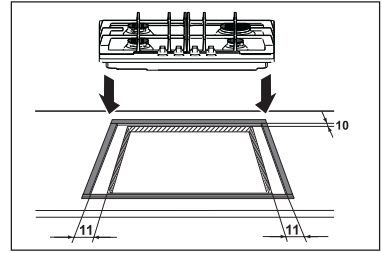

Fig. 8
Les tables de cuisson peuvent être montées dans un meuble ayant une ouverture pour l'encastrement des dimensions indiquées dans la Fig.8.
- placez les joints fournis sur les bords de la découpe: positionnez-les exactement sur les bords avant et arrière, à 11 mm des bords latéraux et à 10 mm de bord arrière en veillant à ce que les extrémités des joints se joignent parfaitement, sans se chevaucher (Fig. 8);